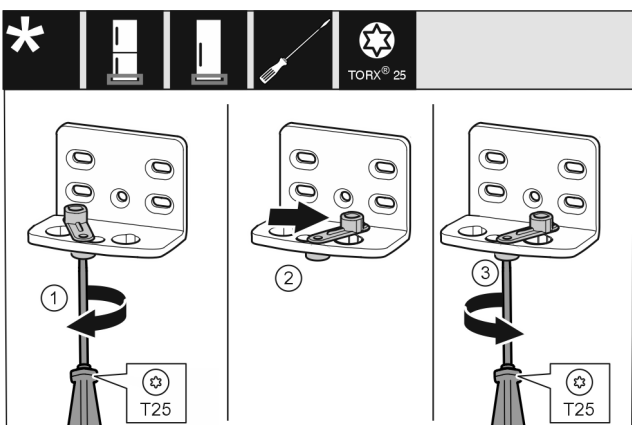

Fig. 14
- ▶ Lironi plotësisht vidën Fig. 14 (1) me një kaçavidë.
- ▶ Ngrini lart ndihmën e mbylljes së derës Fig. 14 (2) dhe rrotullojeni brenda vrimës me 90° nga e djathta.
- ▶ Mbërtheni fort vidën Fig. 14 (3) me kaçavidë.